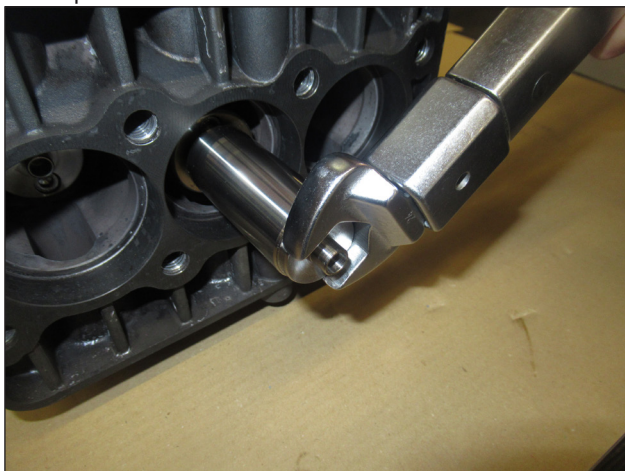

Fig. 32
- A) Monter l'entretoise (Fig. 32) et serrer sur la tige de guidage du piston.